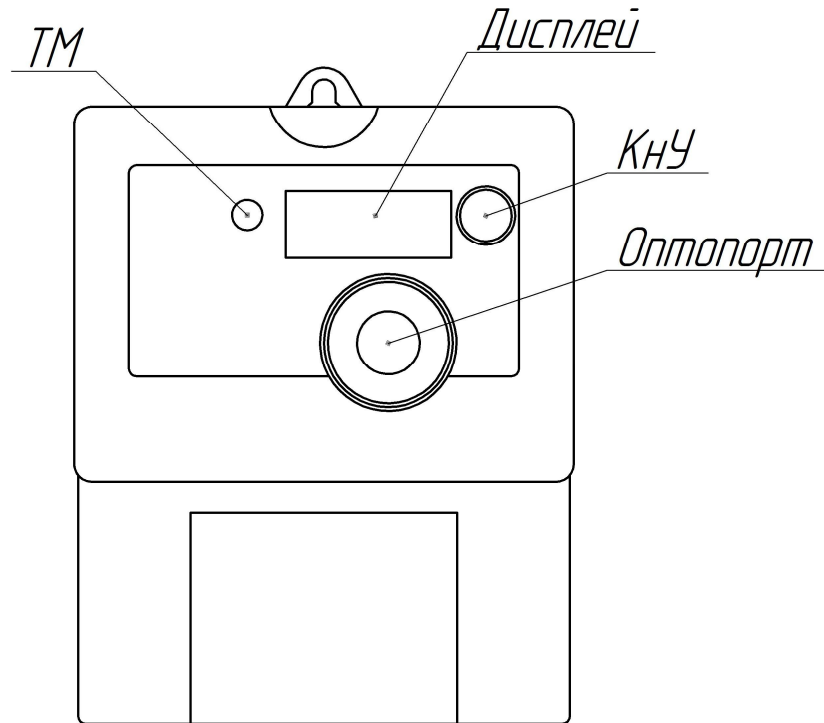

Рисунок 4 – Схема расположения индикаторов и органов управления счетчиков
Подключение абонента возможно также при помощи КнУ, расположенной на лицевой поверхности счетчика (см. рисунок 4) при наличии разрешения, полученного от устройств АС. Подробнее см. п. 7.6.
- мигание индикатора ТМ (см. рисунок 4) пропорционально активной мощности подключенной нагрузки. При подключении нагрузки мощностью 1 кВт индикатор ТМ должен мигать с частотой приблизительно 1 раз в секунду;